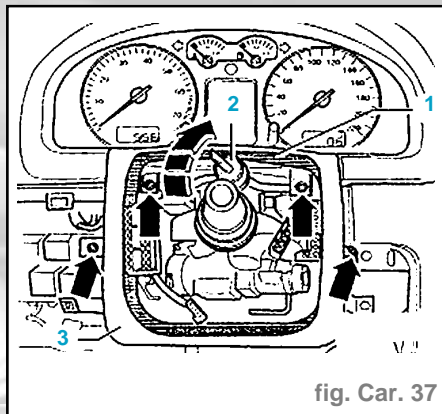

fig. Car. 37
- Retirer le vide-poches côté conducteur (2).
- Débrancher les connecteurs de la commande d'éclairage (3) et de la molette de réglage du site des phares (4).
- Pousser le cache (1) vers le haut et le caler à l'aide d'un ustensile (2) (p. ex. avec la poignée d'un tournevis) (fig. Car. 37).